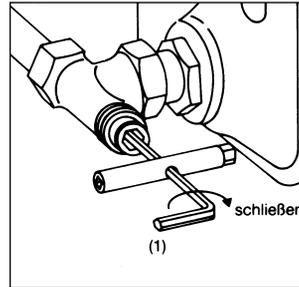

Bild 3
- 2.2 Ventilkegel mit Sechskantschlüssel SW 4 (1) durch Rechtsdrehen schließen (Bild 3).